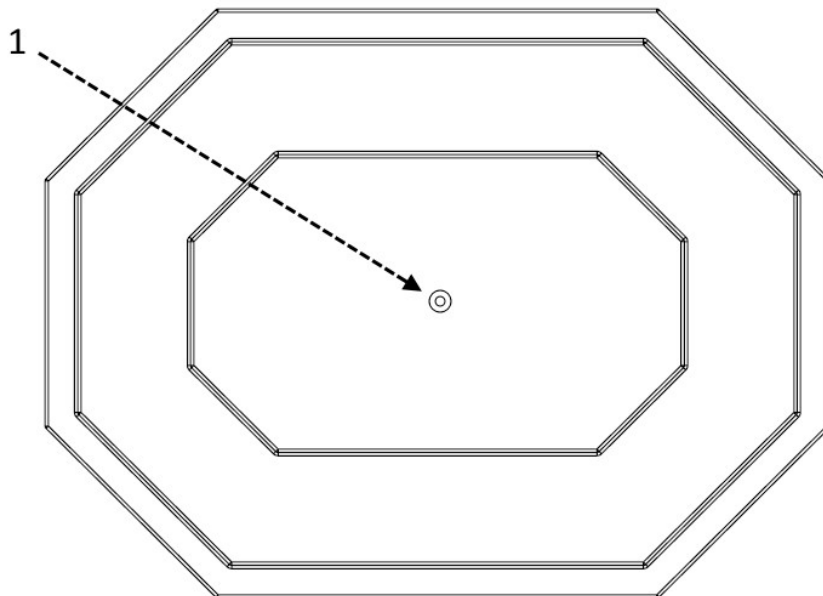

Bild 4. Tömningsventil för badtunnan
- Öppning för skorstenen (1)
- Kaminlucka (2)
- Handtag för kaminluckan (3)
- Asklåda (4)
- Tömningsventil för kaminen (5)
- Tömningsventil för badtunnan (1; se bild 4 på nästa sida)